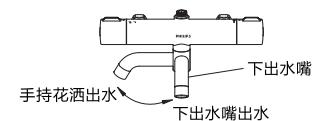

图3
4) 转动功能把手,当“▶”朝向“↓”位置时,通过转动下出水管可选择下出水嘴或手持花洒出水,参考图3。